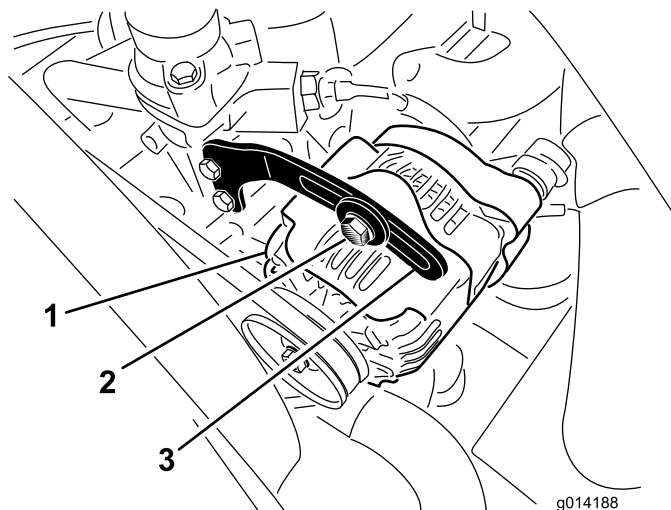

図 37
2. オルタネータ側プーリとクランクシャフト側プーリ間の中央部でオルタネータベルト(図37)を指で10 kg程度の力で押し、ベルトの張りを点検する。
3. ブレースをオルタネータ(図37)に固定しているボルトと、オルタネータのピボットボルトをゆるめる。